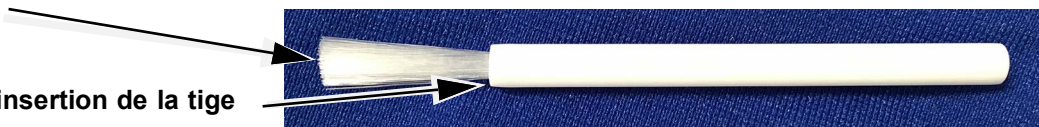

Figure 9-6. Brosse de nettoyage de lentille (300-8330)
3. Localisez la brosse fournie dans le kit de nettoyage GX (voir la Figure 9-6).